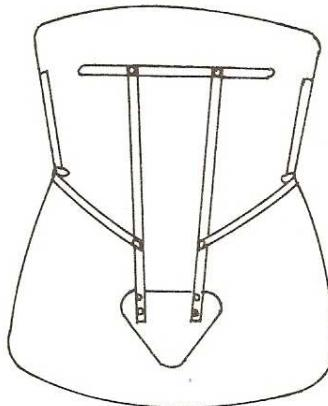

Figure 34 : CIVA⁽⁴⁴⁾
- **Le CIVA** : cage semi-ouverte (Figure 34)